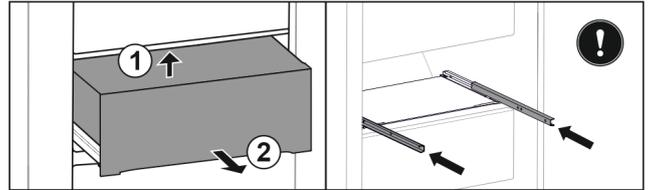

Fig. 52
- ▶ Lade van onderen achter optillen. Fig. 52 (1)
- ▶ Lade naar voren toe verwijderen. Fig. 52 (2)